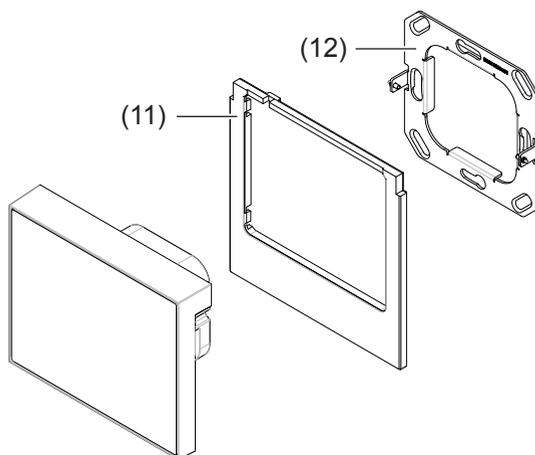

Bild 10: Montage
- Beiliegendes, vorkonfektioniertes Kabel in die Buchse **Digital/Analog IN (4)** stecken.
- Designrahmen (11) rückseitig anlegen und über die Fixierungen (15) drücken, bis er einrastet.
- Gerät lagerichtig über den Tragrings positionieren, so dass die Aufnahmen am Gerät (13) und die Stifte mit Schnappverschluss am Tragrings (12) übereinander liegen (Bild 10).
- Gerät langsam auf den Tragrings drücken, bis es im Schnappverschluss einrastet und die magnetischen Haltepunkte (14) den Tragrings zusätzlich fixieren.